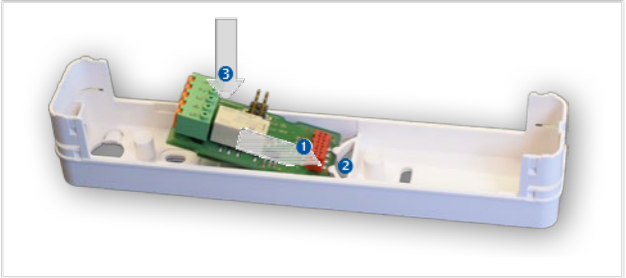

Abb. 11: Einsetzen der Relaisplatine
- ▶ Die Relaisplatine gemäß Abb. 11 in den Sockel einsetzen.
- ▶ Die Relaisplatine mit der roten Steckerleiste voran in Pfeilrichtung ① gegen die Federn ② im Sockel schieben.
- ▶ Die seitliche Aussparung der Relaisplatine mit der Führung im Sockel mittig ausrichten, Platine in Pfeilrichtung ③ nach unten drücken und einrasten.